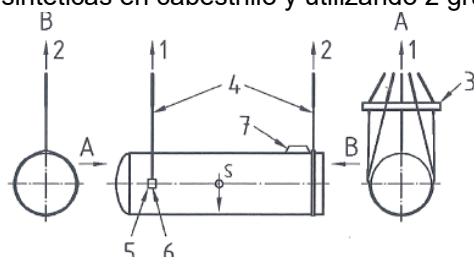

Figura 3
- Los dispositivos de elevación se deben colocar en el tanque de PRFV como corresponda de acuerdo con el diseño del tanque. Para el cambio de posición del tanque de la posición horizontal a la posición vertical se recomienda el siguiente método (Figura 3), con cinchas sintéticas en cabestrillo y utilizando 2 grúas. Donde: